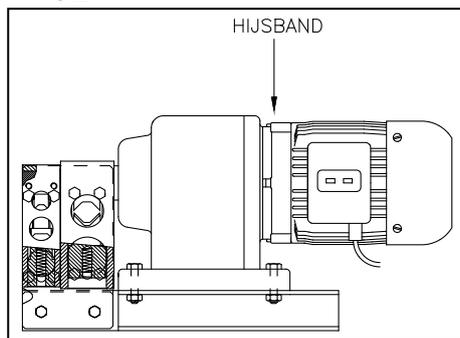

Abbildung 5.2-1: Position des Hubseils
- Nehmen Sie den Rohrausklinker aus der Verpackung. Verwenden Sie hierbei ein Hubseil, das um den Motor angebracht werden muss. Siehe Abbildung 5.2-1.
Für den aufrechten Transport der Maschine mit Hilfe eines Flasenzugs muss ein Hubseil angebracht werden, wie in Abbildung 5.2-1 gezeigt.